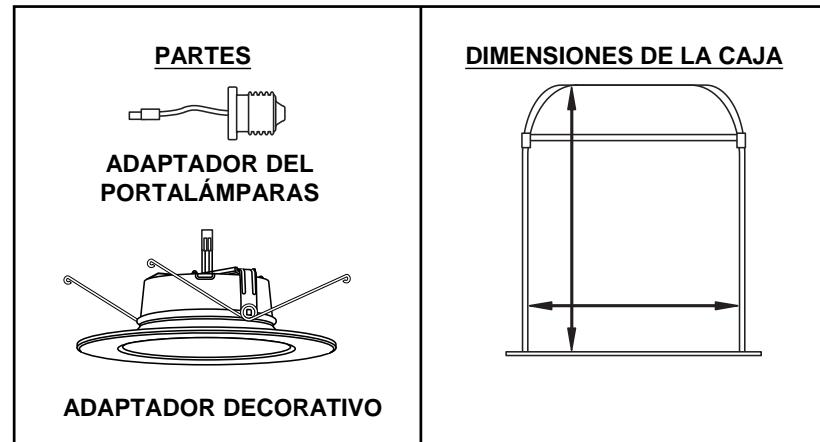

FIG. 1
1. Asegúrese de que el **interruptor de pared** de la luz esté apagado. [Fig. 1]